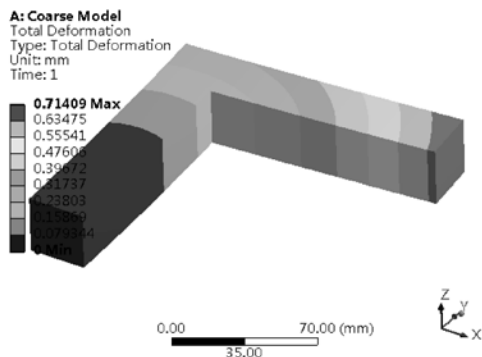

图 21-8 整体变形云图
4) 在 Outline 树结构图中的“Total Deformation”上右击, 在弹出的快捷菜单中选择“Evaluate All Results”, 此时进行求解, 求解后得到的整体变形云图如图 21-8 所示。